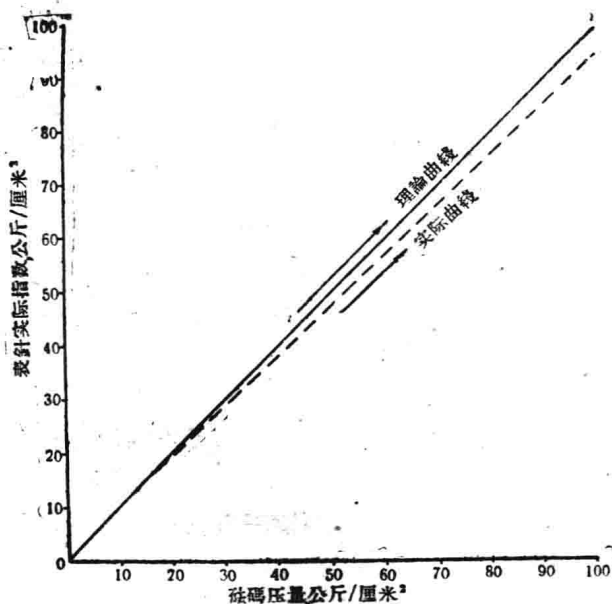

图 8
4.在校对压力表的过程中，指針起点是对的，但其它情况和上述恰恰相反（见图8），調整方法也和上述相反，是向外移动調节銷釘。